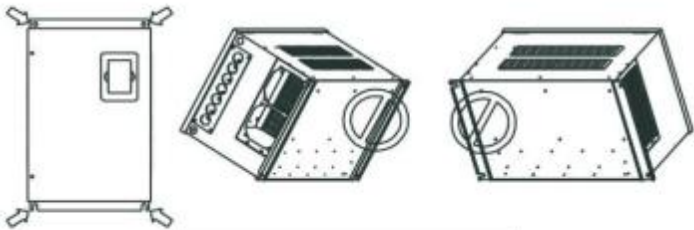
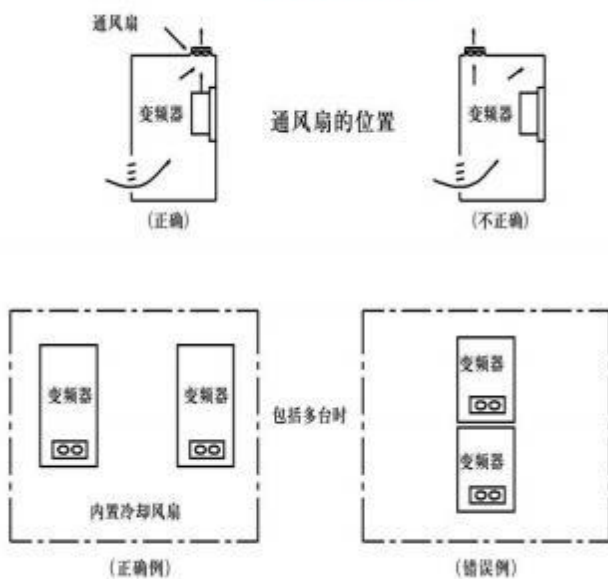

图 1-2 变频器垂直安装示意图
图 1-3 变频器安装在控制柜内示意图
- ◇变频器装在控制柜内， 应保证控制柜与外界通风流畅。请垂直安装变频器， 便于热量向上散发， 不能倒置（详见图 1-2）； 若柜内有较多变频器时， 为保证变频器的散热空间最好将变频器并排安装； 在需要上下安装时， 请安装隔热导流板（详见图 1-3）。